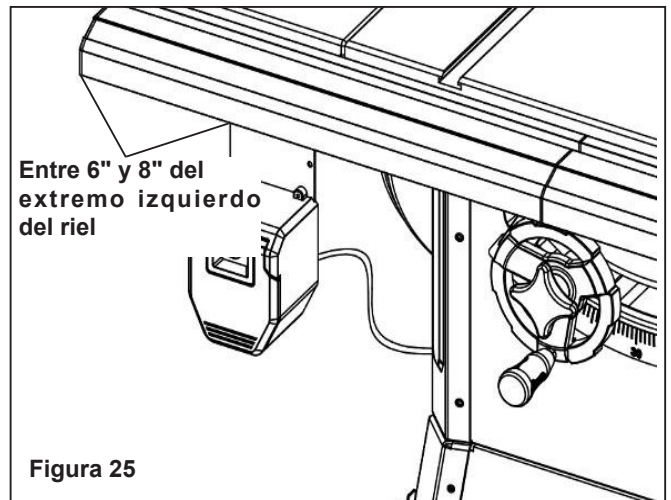

Figura 25
Refiérase a Figura 25.
- Deslizar el montaje del interruptor entre 6" y 8" del extremo izquierdo del riel, como se muestra en Figura 25.